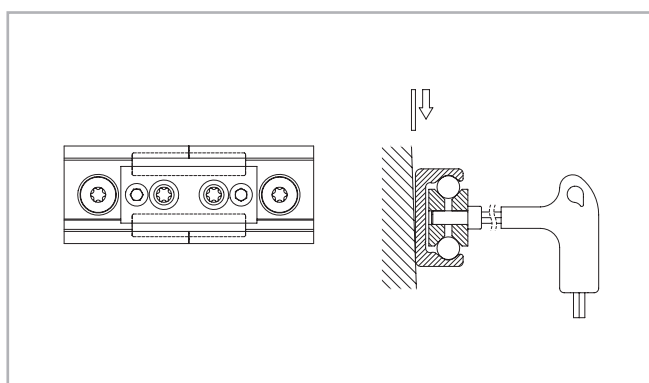

Рис. 174
- (4) Убедитесь, что направляющие плотно прилегают к монтажной поверхности, при необходимости используйте жесткие прокладки, чтобы устранить зазор (рис. 174).